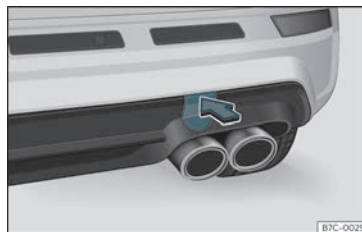

Fig. 42 No lado dereito do parachoques traseiro: retirar a tapa.
A cavidade da argola de remolque enroscada está situada no lado dereito do parachoques traseiro detrás dunha tapa » **fig. 42**.
- Prema sobre a parte superior da tapa »» fig. 42 para desenganxala.